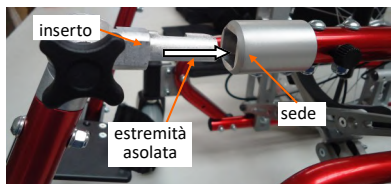

fig.3.1: inserimento tubo poggigamba versione estraibile
- inserire l'estremità asolata dell'inserto del montante del tubo poggigamba nella relativa sede posta sul bordo del tubo del sedile (fig. 3.1) fino a quando non si avvertirà uno scatto ad indicare l'innesco dell'inserto nella sede.